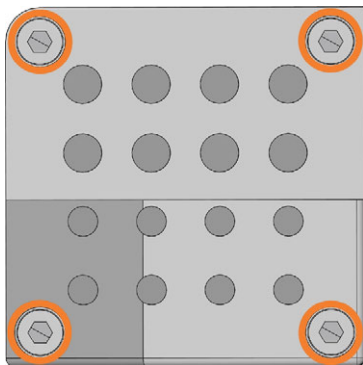
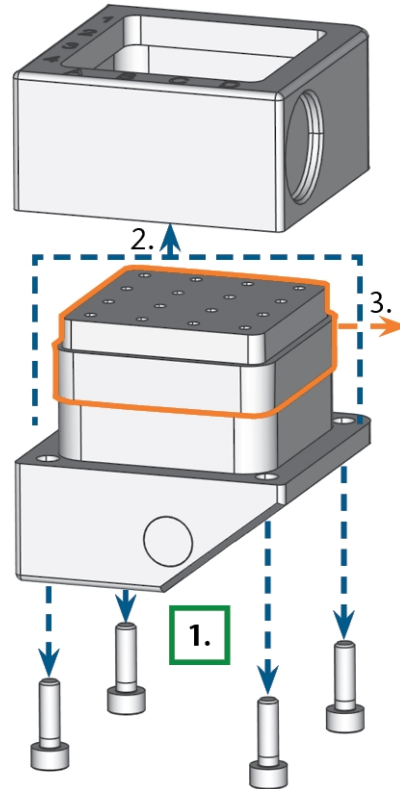

FIG. 114 LE 4 VITI SUL LATO INFERIORE DEL MAGAZZINO UTENSILI (IN ARANCIONE)
FIG. 115 SMONTAGGIO DEL MAGAZZINO UTENSILI E RIMOZIONE DELL'INSERTO
5. Svitare le 4 viti sul lato inferiore del magazzino utensili (↗ Fig. 114 sotto, ↗ Fig. 115 sotto, passaggio 1).
6. Sollevare il coperchio dal caricatore (↗ Fig. 115 sotto, passaggio 2).
7. Rimuovere l'inserto del magazzino utensili già presente (↗ Fig. 115 sotto, passaggio 3) e sostituirlo con uno nuovo.